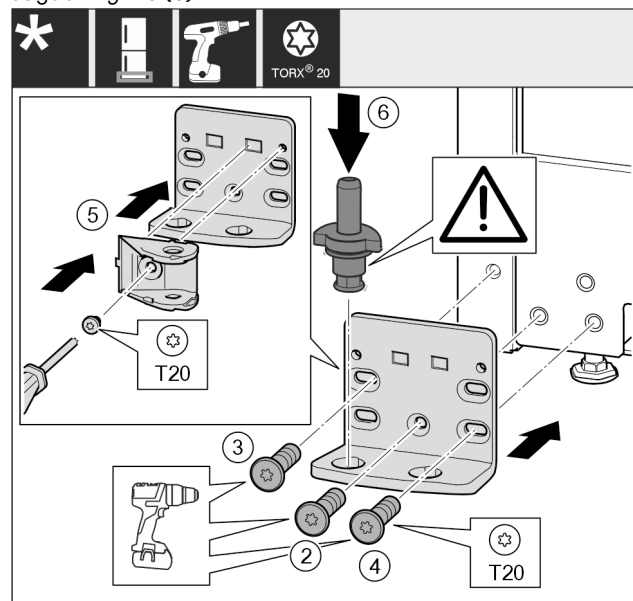

Fig. 26
- ▶ Påsæt hængslet på den anden side, og skru den fast med en skruetrækker T20. Begynd med skruen 2 forneden i midten. Fig. 26 (2)
- ▶ Skru skruerne 3 og 4 fast. Fig. 26 (3,4)
- ▶ Drej lukkedæmperforbindelsen 180°. Påskrues på den anden side af hængslet med en skruetrækker T20. Fig. 26 (5)
- ▶ Sæt lejebolten helt ind. Sørg for, at låseknasten vender bagud. Fig. 26 (6)